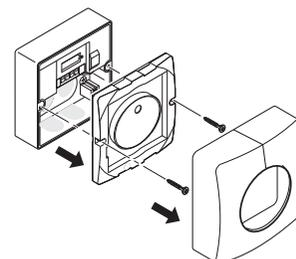

Рисунок 4.2 - Разбор датчика
- 2) снять декоративную крышку датчика, открутить винты крепления модуля датчика от основания (рис. 4.2);